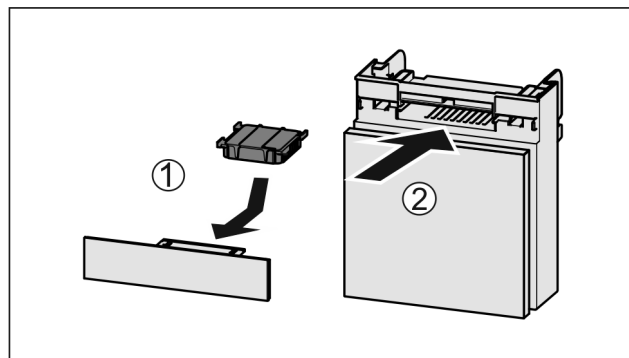

Fig. 162
- ▶ Aseta aktiivihilisuodatin kuvan mukaisesti paikoilleen Fig. 162 (1).
- ▶ Työnnä lokero kiinni Fig. 162 (2).